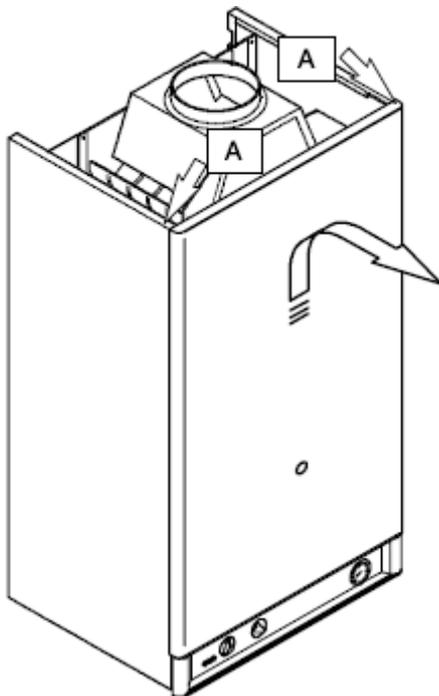

Fig. 9.1.
1. Desapertar os parafusos "A". Retirar o painel frontal deslocando-o para cima, de modo a que se solte dos ganchos inferiores, fig. 9.1.